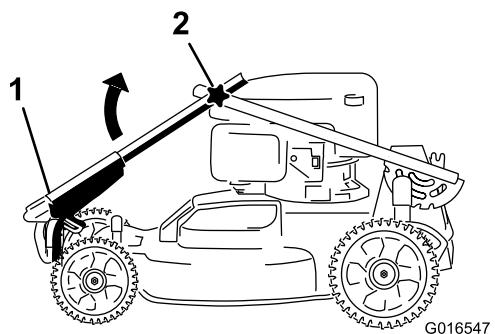
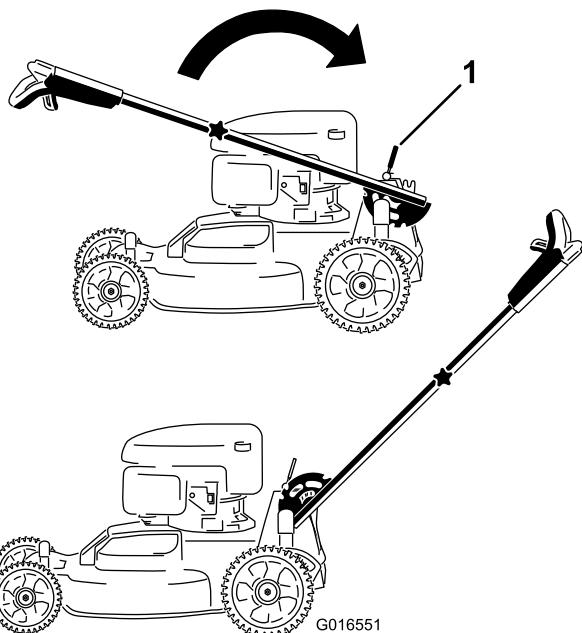

Bild 3
Bild 4
1. Drehen Sie den oberen Bügel so, dass er in den unteren Bügel eingesteckt ist (Bild 3); ziehen Sie die beiden Handräder an, um den oberen Bügel zu arretieren (Bild 4).
2. Lösen Sie den Bügelarrestierungsgriff (Bild 4).
3. Ziehen Sie den Bügel nach hinten und arretieren ihn (Bild 4).